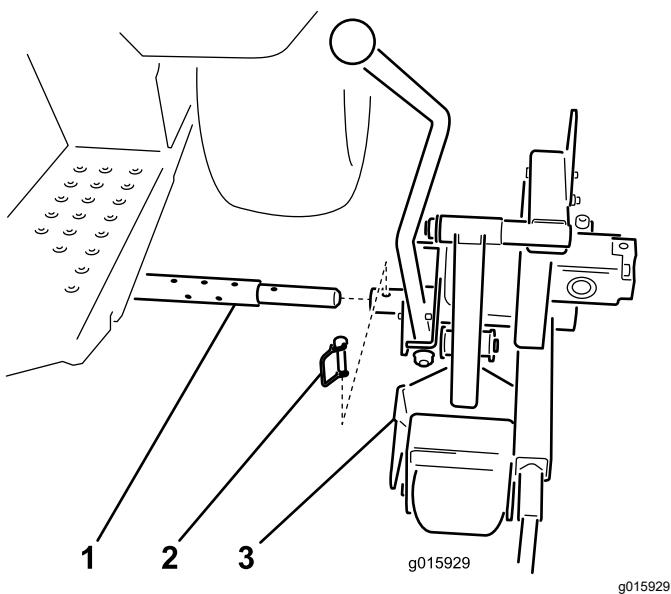

Рисунок 5
- Прикрепите режущую головку к поперечной трубе с помощью пальца сцепного устройства (Рисунок 5).